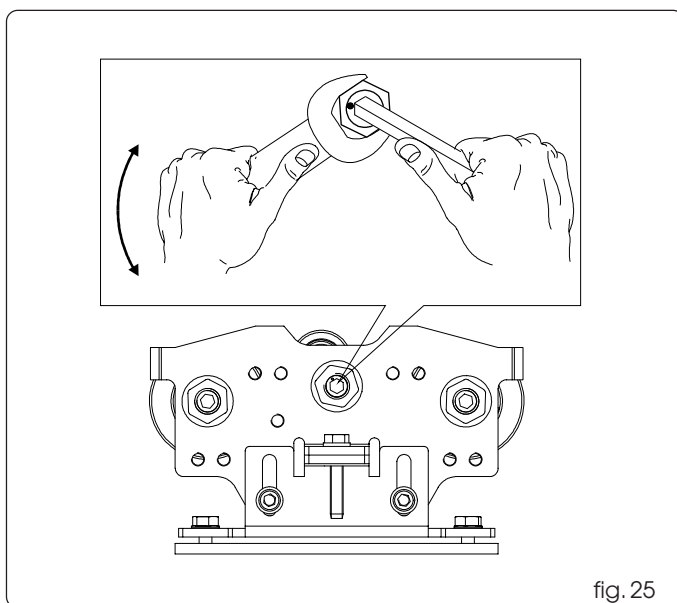

fig. 25
- Bloquer la vis de réglage avec la clé pour vis à six pans creux et desserrer l'écrou de blocage (fig. 25).